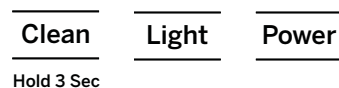

Figure 12
17. Lorsque vous avez terminé, remplissez l'appareil avec de l'eau fraîche et appuyez sur le bouton Power pour commencer à produire des glaçons. Voir la figure 12.